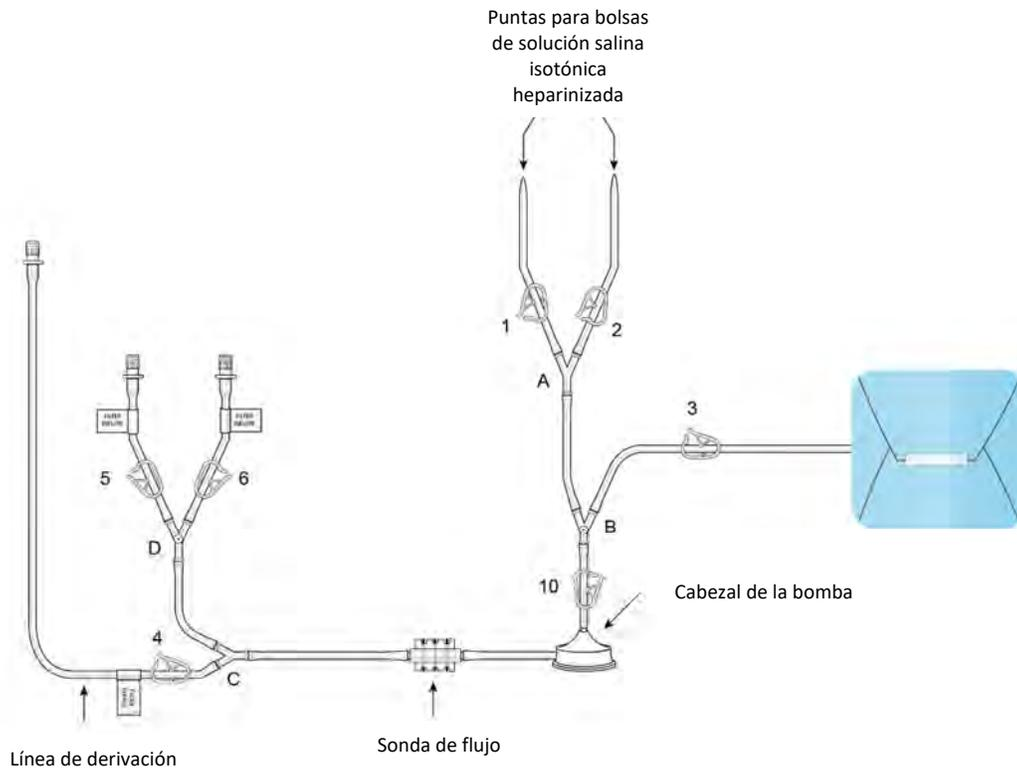

Figura 5: Ensamblaje de la entrada del filtro
- Retire la sección de «ensamblaje de la entrada del filtro» de la bandeja del circuito, coloque el cabezal de la bomba en el motor de accionamiento de la bomba e inserte la sonda de flujo en el transductor de flujo; véase la figura 5.